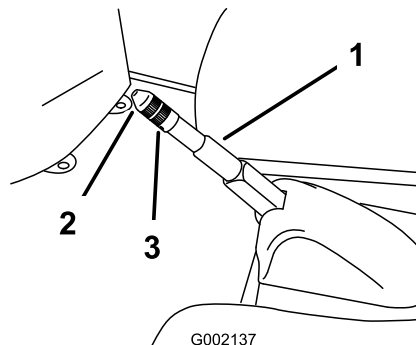

Bild 47
2. Lockern Sie die Stellschraube, mit der das Handrad am Feststellbremshebel befestigt ist (Bild 47).